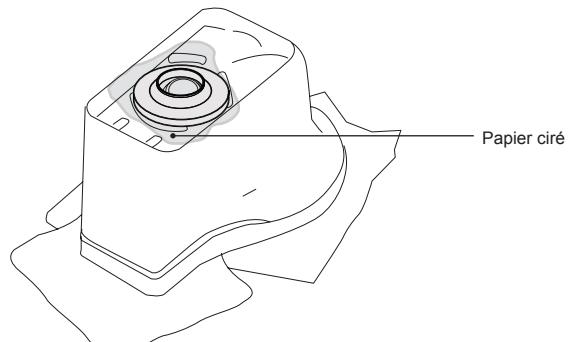

Figure 4
- Placer un morceau de papier ciré sur l'anneau de cire et appuyez sur l'anneau de cire fermement en place (Figure 4).